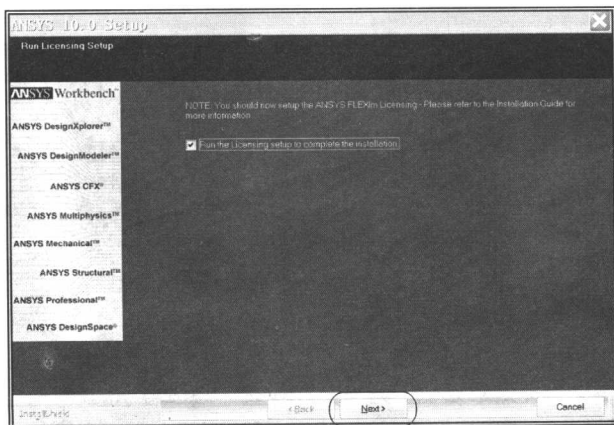

图 1-9 ANSYS 许可设置
- ⑨ 出现 ANSYS 许可设置界面如图 1-9 所示, 单击 Next 按钮进行下一步安装。